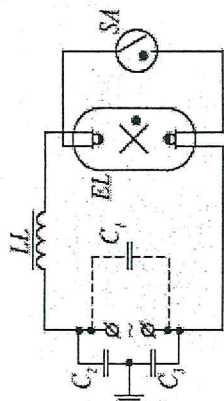

Рис. 2.
4.2. Включение ламп в электрическую сеть производится по схеме, приведенной на рис. 2.